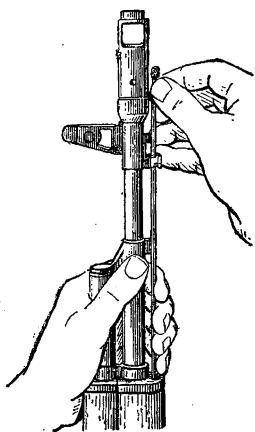

Рис. 5. Отделение шомпола
3) **Отделить шомпол.** Оттянуть конец шомпола от ствола так, чтобы его головка вышла из-под упора на основании мушки (рис. 5), и вынуть шомпол. При затруднительном отделении шомпола разрешается пользоваться выколоткой, которую следует вставить в отверстие головки шомпола, оттянуть от ствола конец шомпола и вынуть его.